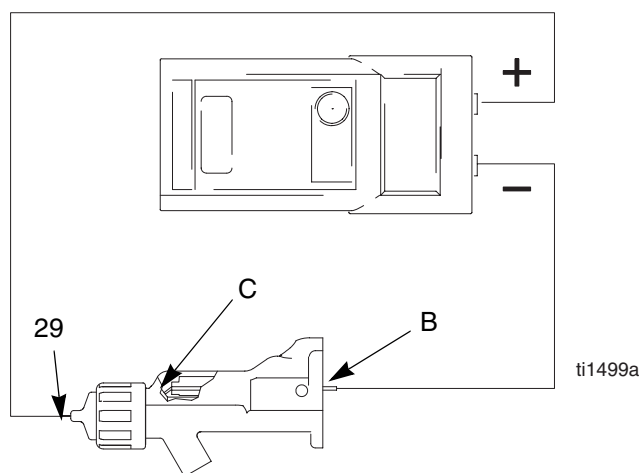

Abb. 19. Elektrodenwiderstand prüfen
2. Eine Meßspitze (B) in den Pistolenschaft (der für den Test der Hochspannungseinheit entfernt wurde) einführen und gegen den Metallkontakt (C) vorne am Pistolenschaft drücken.
3. Den Widerstand zwischen der Meßspitze (B) und der Elektrode (29) messen. Der Widerstand sollte zwischen 20 und 30 Megaohm liegen. Siehe ABB. 19.